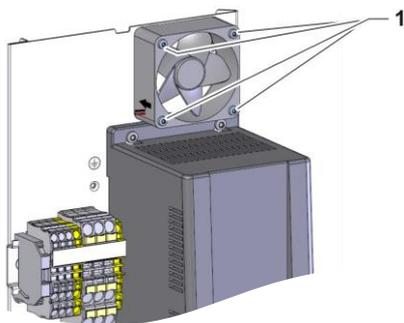

Abb. 1: Ausbau Lüfter Elektroteil
- 4x Befestigungsschrauben (Kennzeichnung 1 → Abb. 1) entfernen.